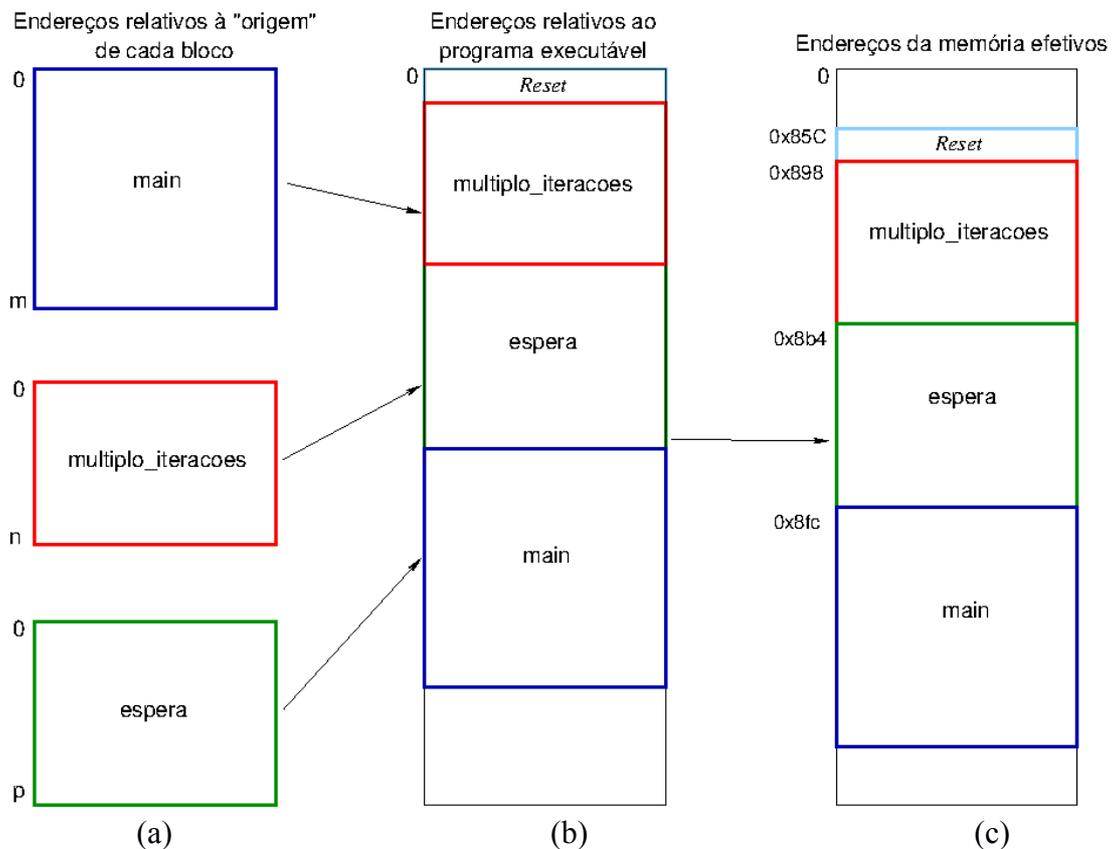

Figura 2: Endereços das instruções *Thumb* (a) após a compilação, (b) após a ligação e (c) após a transferência para o microcontrolador.
Somente após a transferência desse código para o microcontrolador (Seção 2.4/página 24 em [5]), as instruções e os dados são efetivamente relocados para os endereços especificados no *script* `Project_Settings/LinkerFiles/MKL25Z128_flash.ld`. Figura 2 ilustra os endereços atribuídos aos 3 blocos de instruções (funções) e ao bloco de inicialização típica recomendada pelo fabricante ao longo de um *toolchain* de geração de executáveis.
1.d **Implantação de Código Executável - Tamanho do programa específico:** No IDE, os tamanhos, em *bytes*, dos códigos de máquina correspondentes às rotinas programadas em C, podem ser verificados antes de gerar o executável. Use o comando `Disassemble` (Seção 2.2.5/página 15 em [5]) para verificar os endereços `m`, `n` e `p` atribuídos aos blocos de instruções em *assembly* na Figura 2, e o tamanho, em *bytes*, de cada uma das 3 funções. Certifique-se de incluir na contagem as instruções “adicionais” de “chaveamento de contexto” como parte de instruções traduzidas, de C para *assembly*, para o comando `return`.
- 2.b **Aba Dissassembly:** A aba `Dissassembly` apresenta as informações dos códigos de máquina a serem executados, incluindo os endereços efetivos de cada instrução. Em quais endereços efetivos são realocadas a função `__thumb_startup` e as 3 funções do arquivo `main.c`? Registre também os endereços efetivos de `m`, `n` e `p` mostrados na Figura 2 e certifique se os endereços das instruções estão dentro do espaço de endereços atribuído para `m_text` identificado no item 1.g.